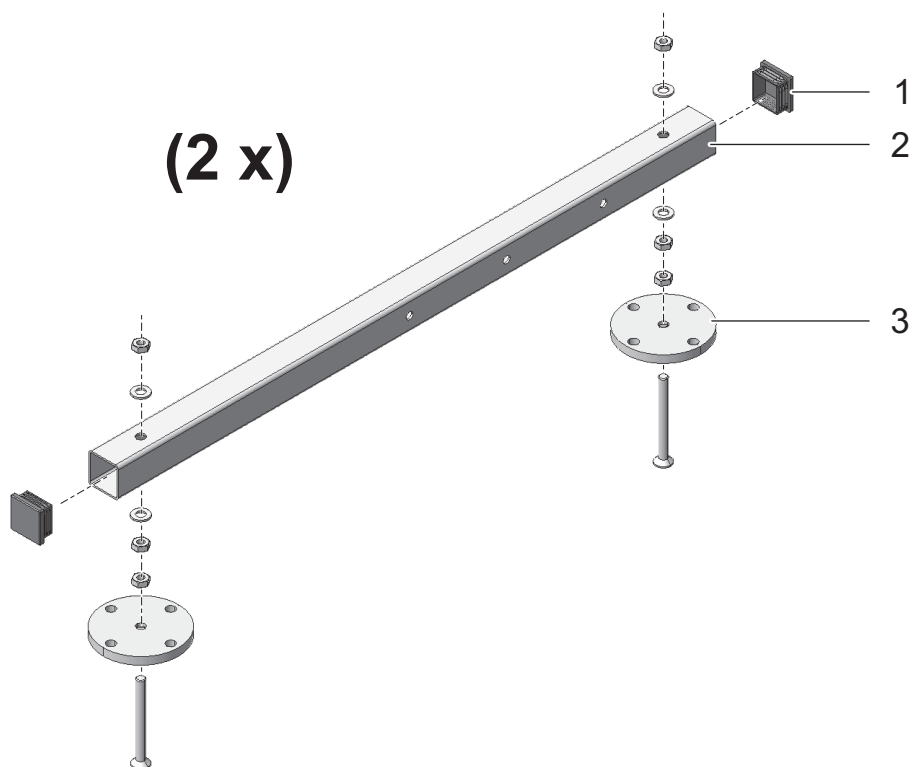

Abb. 3-1: Bodenrohre montieren
- 1** Drücken Sie die Schutzstopfen aus Plastik (1) in die beiden Enden der Vierkant-Bodenrohre (2).
- 2** Befestigen Sie die vier höhenverstellbaren Standfüße (3) an den Vierkant-Bodenrohren (2) mit den M10-Innensechskantschrauben mit Senkkopf. Achten Sie auf die Anzahl und Reihenfolge der Unterlegscheiben und Muttern gemäß Abb. 3-1,  27.